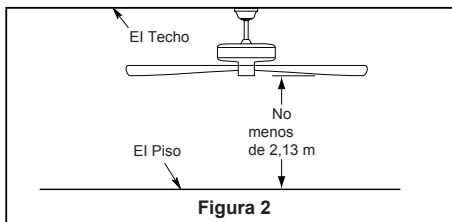

Figura 2
Uso de perfil profundo (Figura 2)
- ☐ 2. Retire el clip de horquilla y pasador de horquilla de la parte inferior de la bola para colgar. Retener el pasador y clip para la reinstalación en el paso 5. (Figura 2)
Debe colgar el ventilador a una distancia mínima de 2,13 m desde las aspas hasta el piso. (Figura 2)
Para evitar una posible descarga eléctrica, asegúrese de cortar la alimentación eléctrica de la caja de fusibles principal antes de alambra el ventilador. (Figura 2)
- ☐ 2. Coloque y ajuste firmemente la cubierta para el tornillo de la base sobre los tornillos de reborde de la abrazadera para colgar mediante el mecanismo de seguro por giro del chavetero. (Figura 2)
- ☐ 2. Instale la ensamble de la placa de iluminación en el soporte utilizando las dos ranuras principales de conexión. Vuelva a colocar el tercer tornillo y asegure los tres tronillos. (Figura 2)
- ☐ 2. Restaure la fuente de alimentación de la toma de corriente enciendo la electricidad del fusible principal. (Figura 2)